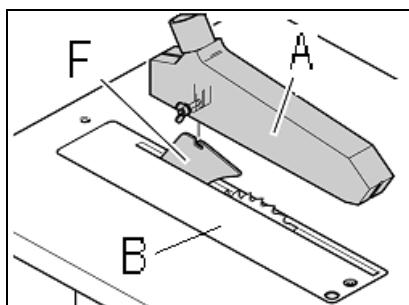

Fig 18
Befestigen Sie die Sägeschutzhautaube (A, Fig 18) mit 1 Torbandschraube, 1 Scheibe und 1 Flügelmutter am Spaltkeil (F).